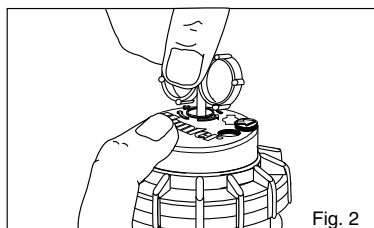

Fig. 2
1. Engager la clé Hunter dans l'orifice de réglage (Fig. 2 et 3).
1. Engagez la clé Hunter dans l'orifice de réglage (Fig. 2 et 3).
Placez l'extrémité hexagonale de la clé Hunter dans la vis de réglage de portée de la buse (Fig. 2 et 3). Tournez la vis dans le sens des aiguilles d'une montre pour réduire la portée ou dans le sens inverse pour l'augmenter.